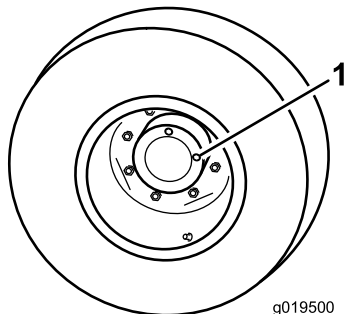

Figura 14
1. Con la macchina parcheggiata su terreno pianeggiante, posizionate la ruota in modo che un tappo di controllo si trovi a ore 12 e l'altro a ore 3 (Figura 14).
1. Tappo di controllo/spurgo (2)
2. Rimuovete il tappo a ore 3 (Figura 14).